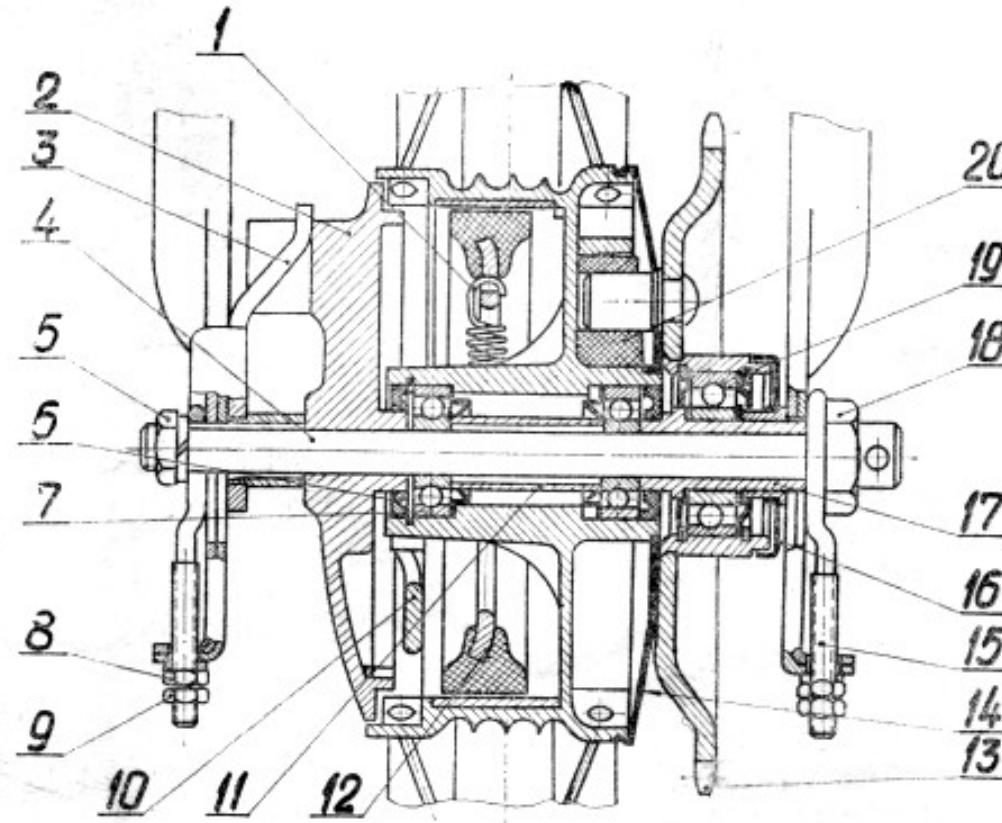

Рис. 11. Втулка заднего колеса
Колеса мопеда взаимозаменяемы и легко снимаются. Колеса мопеда состоят из обода, втулки с тормозным барабаном, спиц, ниппелей и шин. Каждое колесо вращается на двух шарикоподшипниках, запрессованных во втулках. Втулка заднего колеса показана на рис. 11.
- ослабьте гайки заднего колеса 5 и 18 (Рис. 11),